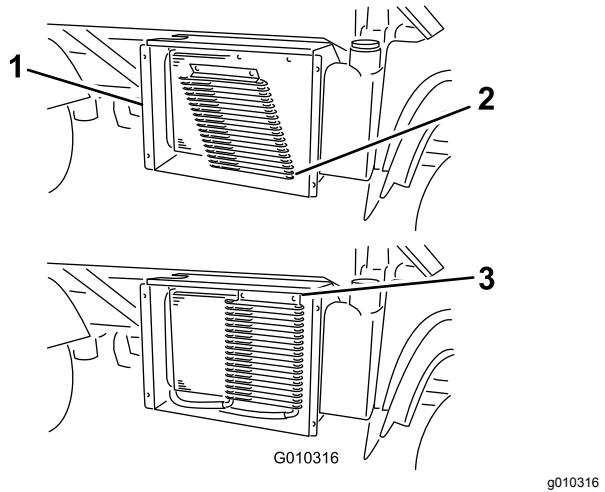

図 60
3. ラッチを外し、オイルクーラを装備している場合にはそれを倒してラジエターから遠ざける図 60。